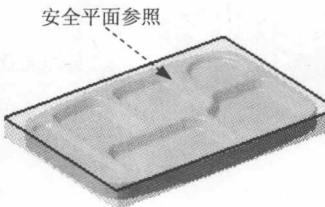

图 1.16 参照平面
(1) 单击 “Part Operation” 对话框中的 按钮。
(2) 选择参照面。在图形区选取图 1.16 所示的平面为安全平面参照，系统创建一个平面。